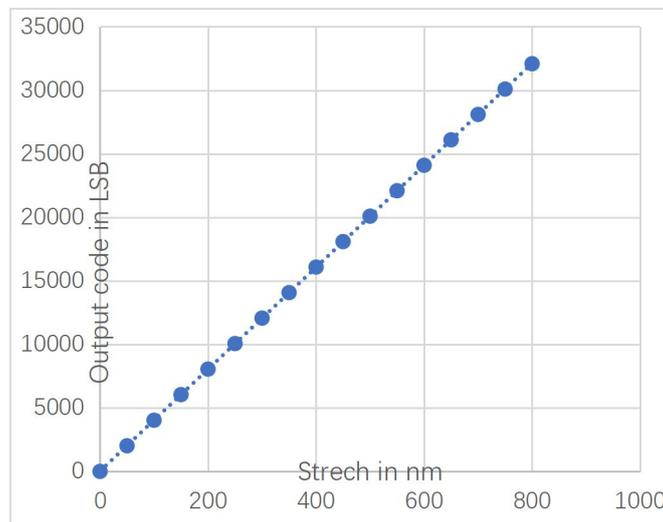

图 3 系统零点校准后拉伸距离与输出码值的对应关系图
(3) 灵敏度 S_d 指的是拉伸距离 S_{dis} 每拉伸 1nm 产生的 ADC code 变化，见图 3 所示。
(4) 线性度 L_d 表示拉伸距离、ADC 输出 code 值二者关系与理想直线的符合程度，计算式为：